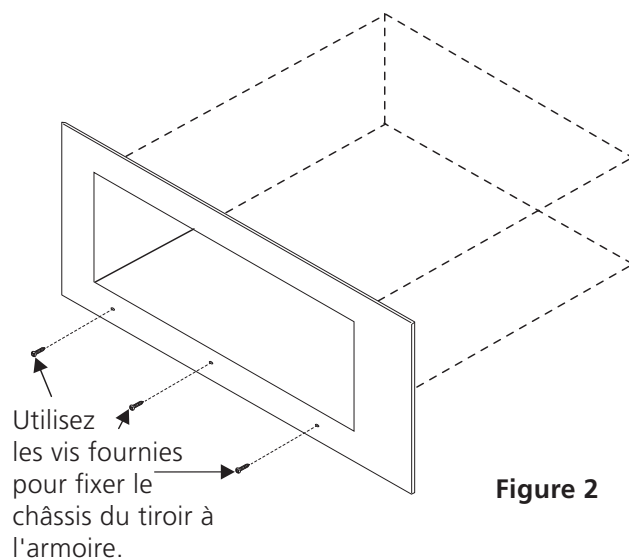

Figure 2
3. Retirez le tiroir tel qu'expliqué dans le manuel d'utilisation et d'entretien et fixez le châssis du tiroir à l'armoire à l'aide des 3 vis plaquées au nickel fournies. **Ne serrez pas les vis outre mesure** (voir fig. 2)